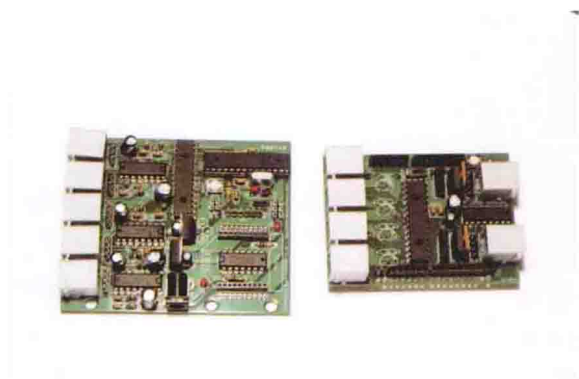

图 1-3
- Bricktronics 盾板（见图 1-3 以及“介绍 Bricktronics”的相关内容）